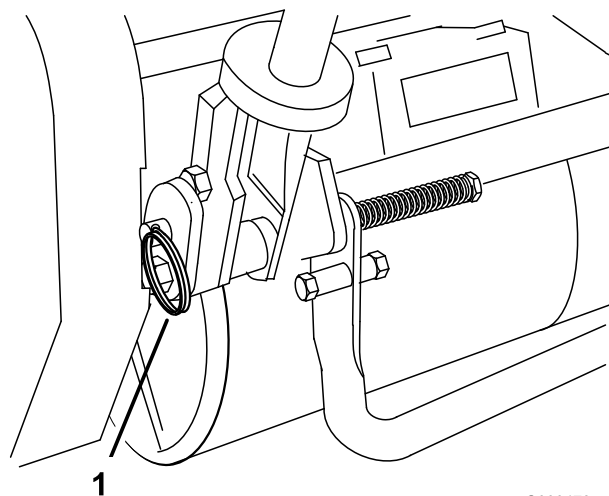

Figura 6
- Retire o pino manilha do gancho de anel em cada lado do cortador (Figura 6).
- Enquanto segurar no manípulo, retire o gancho de anel de cada lado e suba ou desça o manípulo até o colocar na posição desejada para a sua utilização (Figura 6).